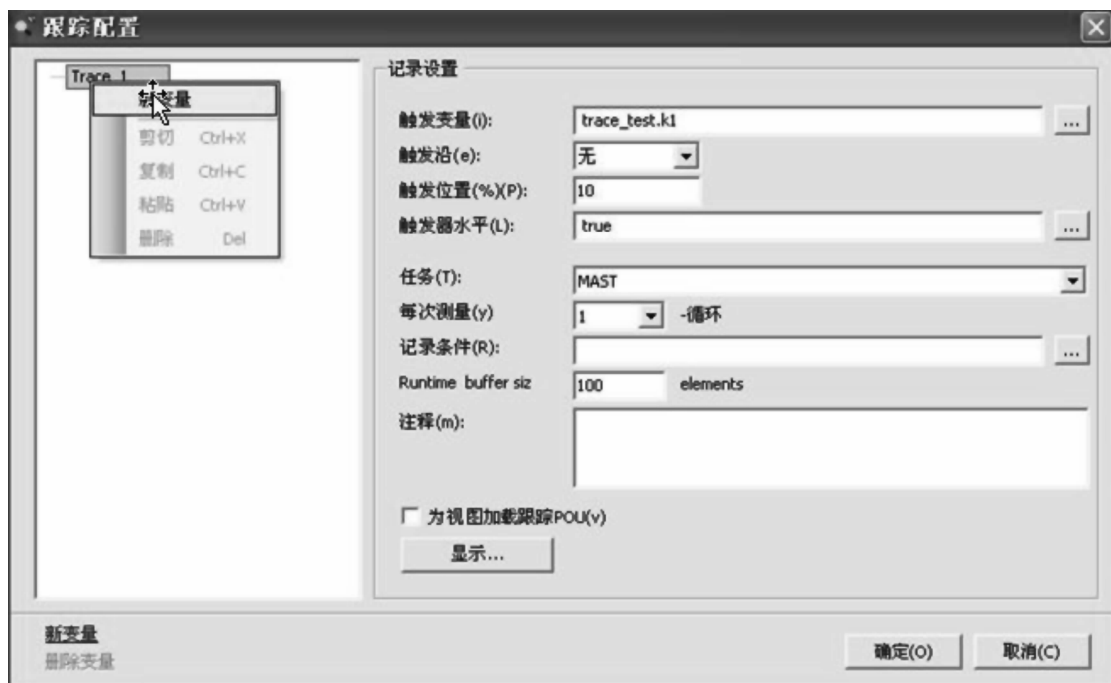
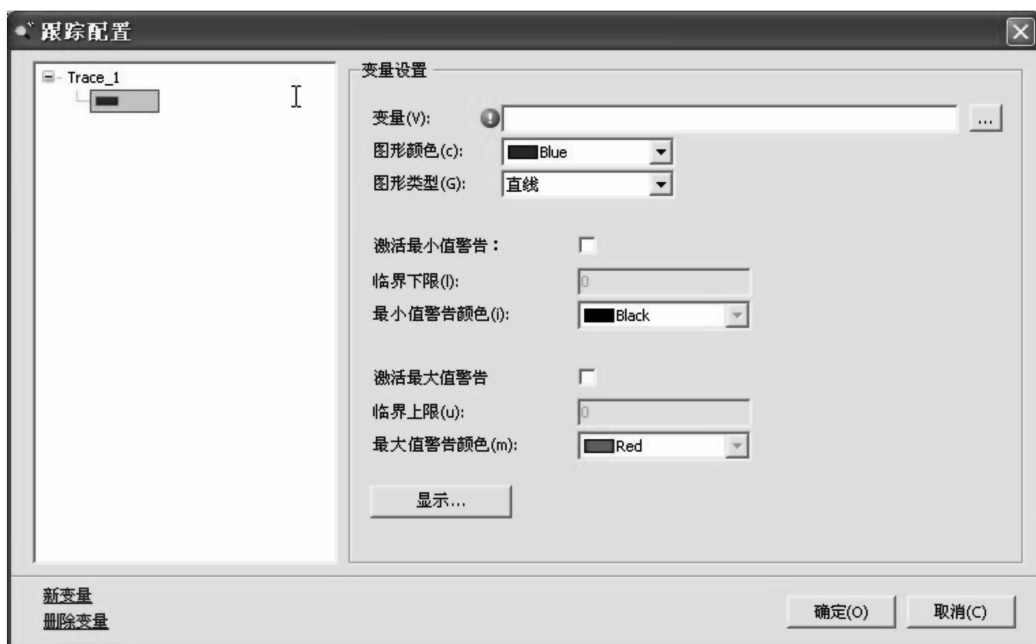

图 8-45 配置要记录的变量
图 8-46 跟踪配置
7) 配置要记录的变量，如图 8-45 所示。
如图 8-45 所示，把鼠标移到记录名上点击右键打开下拉菜单，选择新变量并确认后弹出跟踪配置，如图 8-46 所示。